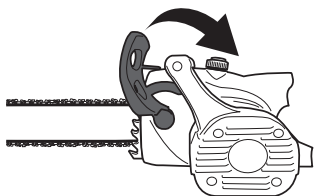

Fig. 16
Poignée de frein [2] désenclenchée: l'appareil est prêt à l'emploi (Fig. 16).
- > Vérifiez que la poignée de frein [2] est bien désactivée. Désactivez la poignée de frein [2] en la tirant vers l'arrière, en direction de la poignée avant [1] (Fig. 16).